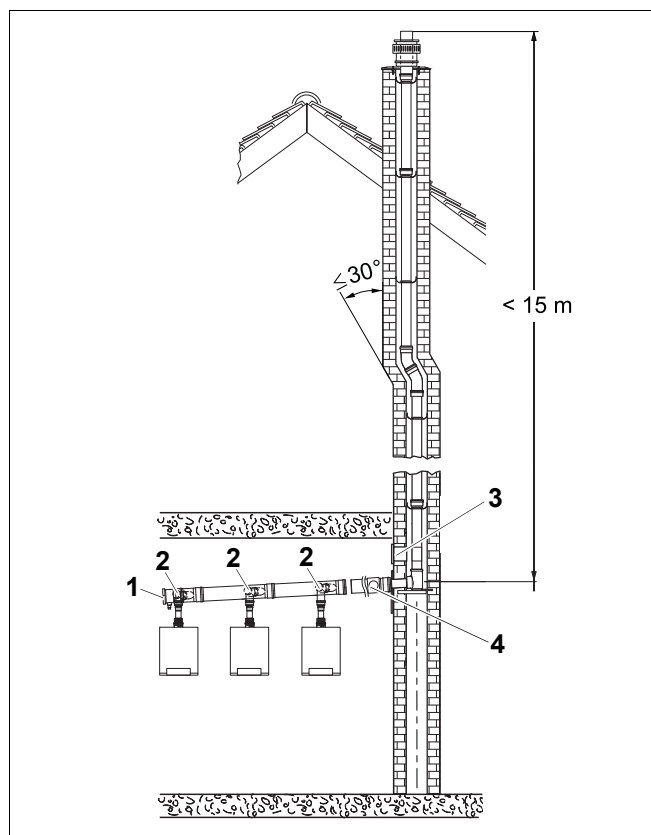
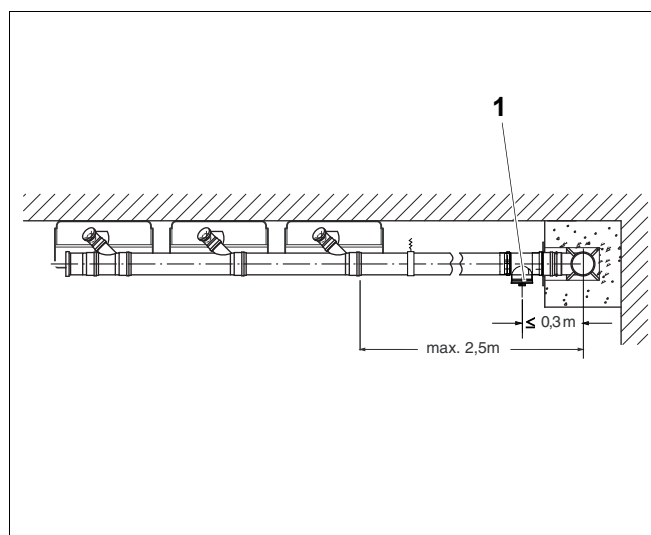

Рис. 6 Нижние смотровые люки
Рис. 7 Смотровой люк на горизонтальном участке дымохода
В основном комплекте имеются смотровые люки на торцевой части сборного участка дымовой трубы (рис. 6, [1]) и на соединительных участках с котлами (рис. 6, [2]).
Дополнительно требуется установить ещё один смотровой люк (рис. 6, [3] или [4]):
- на вертикальном участке дымохода непосредственно над коленом (рис. 6, [3]) или
- сбоку на горизонтальном участке дымохода, на расстоянии от вертикального колена не более 30 см¹ (рис. 6, [4] и (рис. 7, [1])).
- нижний смотровой люк при Ду160 и Ду200 расположено соответственно (рис. 6, [3]) и
- нижний смотровой люк удалён от устья не более чем на 15 м (рис. 6) и
- вертикальный участок дымохода не имеет или имеет только одно отклонение от оси не более чем на 30° (рис. 6) и